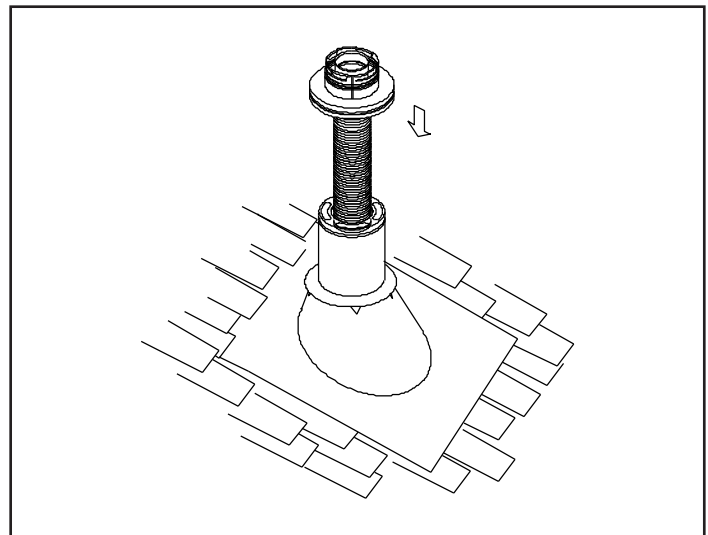

Figure 4.15
- Placez le tuyau flexible au centre de la cheminée en l'introduisant depuis le haut et placez l'adaptateur supérieur au centre du conduit de cheminée. Percez quatre trous de 3 mm (1/8 po) de diamètre dans l'adaptateur supérieur et dans le débouché de cheminée, de préférence à partir du côté de l'adaptateur supérieur. Assurez-vous de percer dans le métal de la cheminée. Placez le chapeau pour vents forts sur l'adaptateur et tournez-le d'un quart de tour pour le bloquer. Voir les figures 4.15 et 4.16.